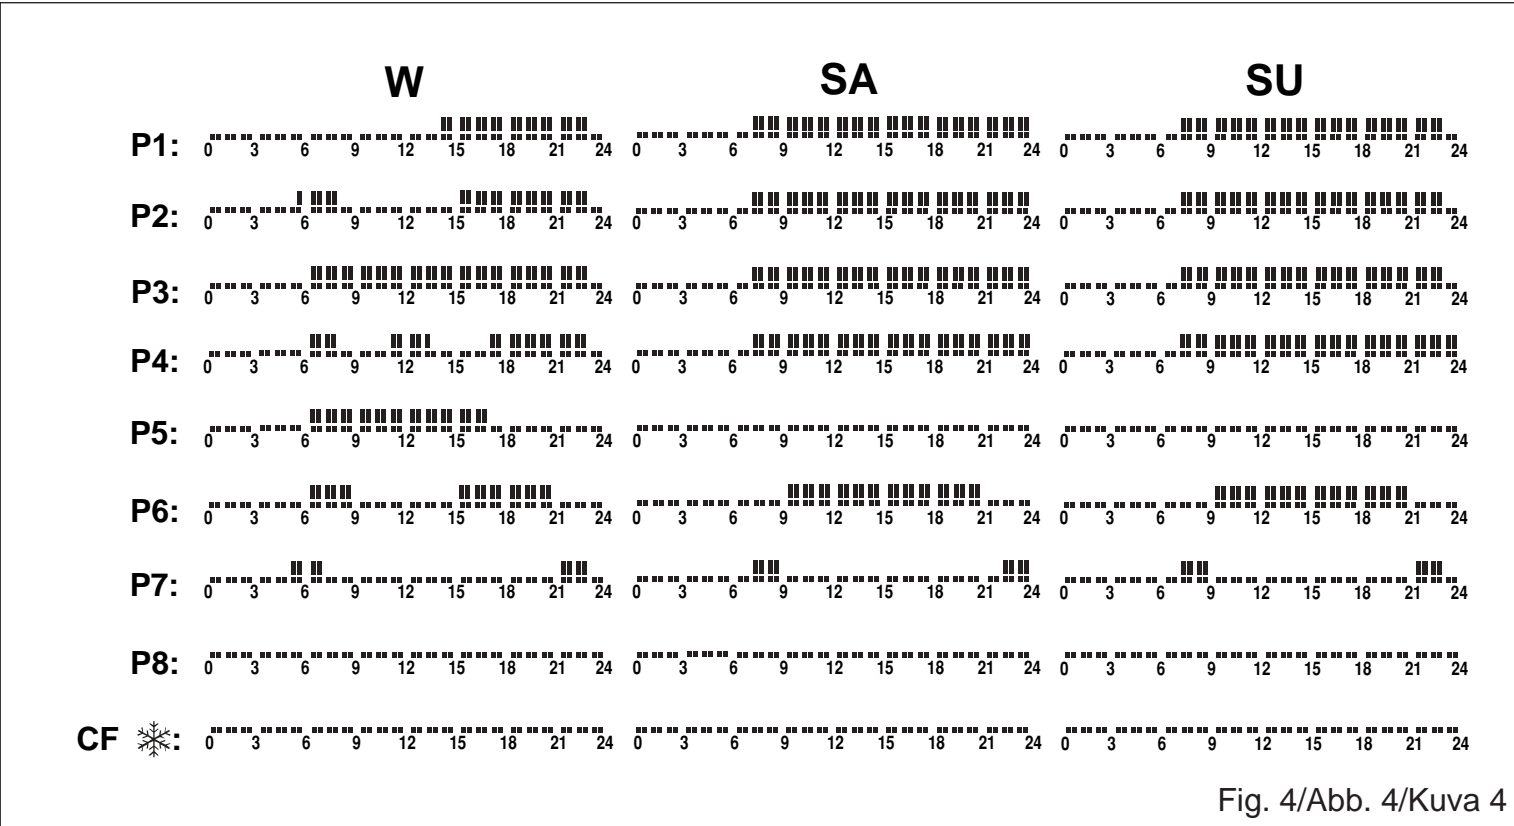

Fig. 4/Abb. 4/Kuva 4
Funktionsenheten R80 PDE passar till Nobøs serie 8 elpanel av typ C, P, K, L, R och T. Den levereras separat och kan enkelt monteras av auktoriserade elinstallatörer. Elpanelen skall vara avstängd vid monteringen. Se fig. 2-L1 för identifiering av funktionenhetens typbeteckning. Funktionenheten R80 PDE är utrustad med en exakt elektronisk termostat. Den har en inbyggd timer med 9 fasta program (fig. 4).
3.3 PROGRAMÖVERSIKT - fig. 4
Funktionsenheten passer til Nobøs serie 8-ovne af typen C, P, K, L, R og T. Den leveres færdigmonteret, og den kan udskriftes af en autoriseret installatør. Der skal være slukket for ovnen ved montering. Se fig. 2-L1 for identificering af funktionsenhedens typebetegnelse. Funktionenheden er udstyret med en nøjagtig elektronisk termostat. Den har en indbygget timer med 9 faste programmer (fig. 4).
3.3 PROGRAMOVERSIGT - fig. 4
This function module R80 PDE is designed for use with Nobø's Series 8 heaters, models C, P, K, L, R and T. It is supplied fully assembled and can be replaced by an authorised technician. The heater must be switched off during installation. See fig. 2-L1 for how to identify the operating unit model type. The function module R80 PDE contains an accurate electronic thermostat. It has a built-in timer with 9 fixed programmes (fig. 4).
3.3 DESCRIPTION OF PROGRAMMES - fig. 4